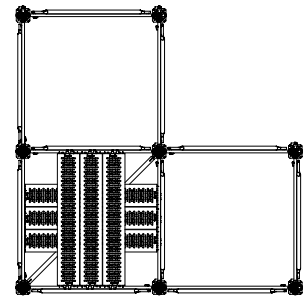

Abb. M.09
- ⇒ Verbinden des Aufbaus mit anderen Systembauteilen (Abb. M.08), bzw. verbreitern der Basis (Abb. M.09) zu standsicheren Einheiten.